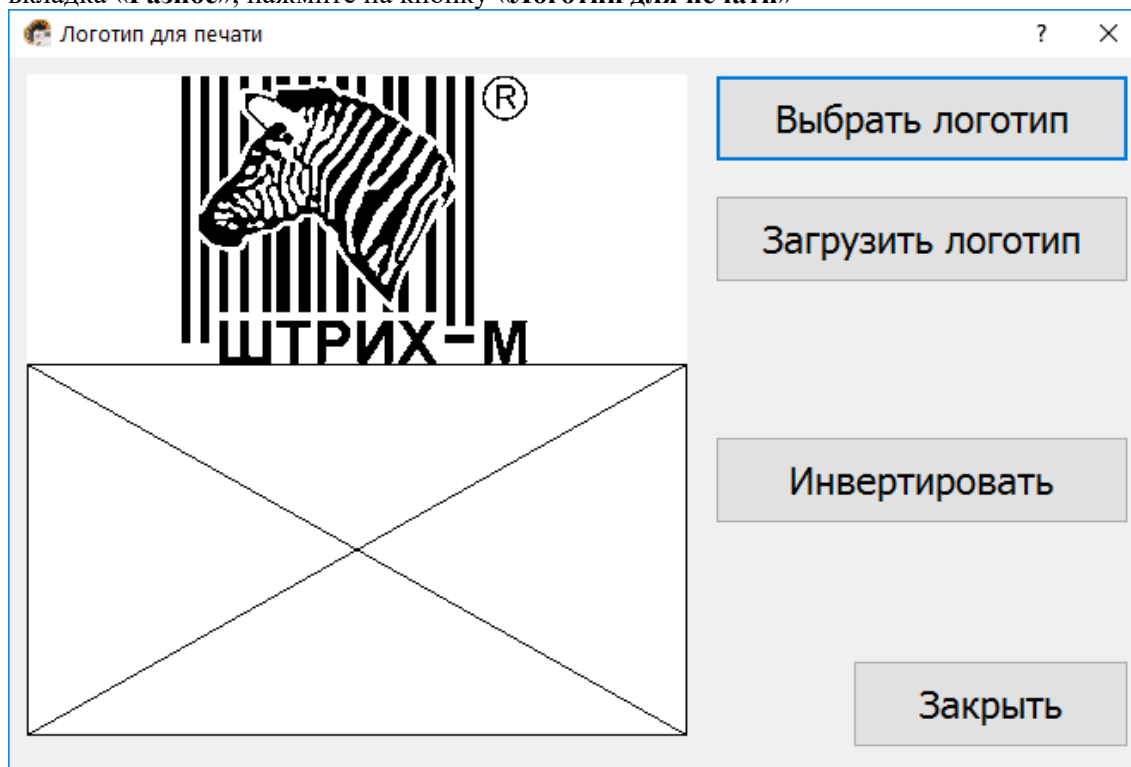

Рисунок 60 – Логотип для печати
2. Нажмите на кнопку «**Выбрать логотип**», выберите интересующий вас файл в проводнике Windows. В окне предпросмотра (Рисунок 60) отобразится выбранный логотип в том виде, который будет при печати тахографа.